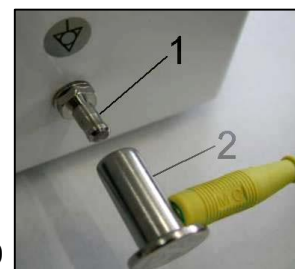

Рис. 10
- Подключите контакт ( $\varnothing$  6 мм) (1) для эквипотенциального соединения к электрической сети, используя метод, указанный в действующих нормативных актах в области электротехники. Розетка для эквипотенциального соединения (2) — это дополнительная принадлежность, она не входит в базовый комплект поставки (рис. 10).